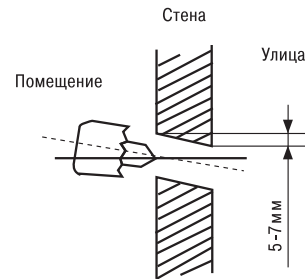

Рис. 5
- Определите расположение отверстия относительно монтажной пластины. Просверлите одно отверстие Ø65 мм с небольшим уклоном вниз изнутри наружу. (как показано на рис. 5).